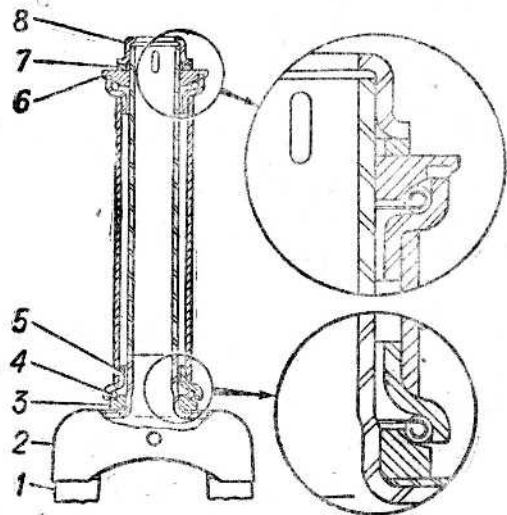
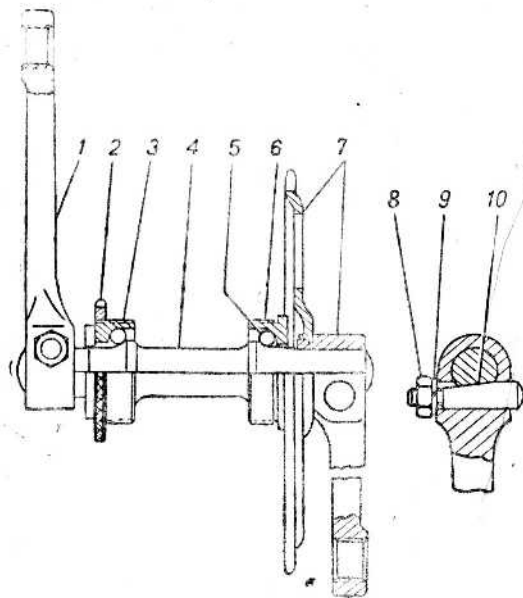
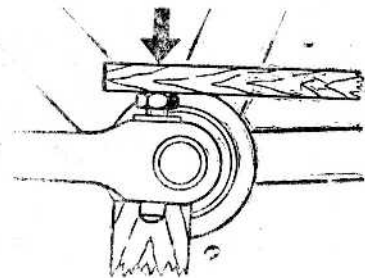
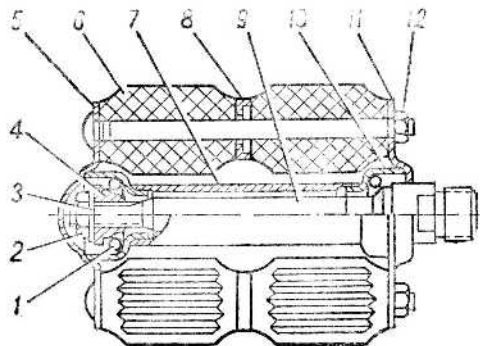

Рис. 3. Передняя вилка в сборе:
Рис. 6. Каретка:
Рис. 7. Выбивание клина из шатуна
Рис. 8. Педаль:
Наивысшее положение руля определяется ограничительной риской, нанесенной на стержень 6 руля, которая не должна выступать за торец конtringайки 8 (рис. 3).
5. Проверьте затяжку всех резьбовых соединений и при необходимости туго затяните при помощи ключей, прикладываемых к велосипеду. При этом помните, что правая чашка 6 (рис. 6) каретки и ось 9 (рис. 8) левой педали имеют левую резьбу.
1. **Передняя вилка** (рис. 3) вращается на двух шарикоподшипниках, состоящих из сепаратора и пятнадцати шариков диаметром 4 мм. Правильное положение подшипников показано на рис. 3.
4. Каретка (рис. 6) вращается на двух подшипниках, каждый подшипник состоит из сепаратора и восьми шариков диаметром 6 мм. Правильное положение подшипников показано на рис. 3.
Для регулировки подшипников каретки отверните с левой стороны гайку 8 клина (см. рис. 6), снимите шайбу 9, выбейте клин 10 шатуна. При выбивании клина (рис. 7) ударяйте через деревянную прокладку по гайке, отвернутой предварительно на три-четыре оборота. При этом под шатун подставьте упор. Снимите шатун 1 (см. рис. 6). Затем отверните контргайку 2 и вращайте левую чашку 3 по часовой стрелке для затягивания подшипников или против часовой стрелки—для ослабления их. После регулировки заверните контргайку 2
5. Педали (рис. 8) вращаются на двух шарикоподшипниках 1, каждый из которых имеет сепаратор и семь шариков диаметром 4 мм. Правильное положение подшипников показано на рис. 3.
Для регулировки подшипников педали отверните две гайки 12 (см. рис. 8), сними-